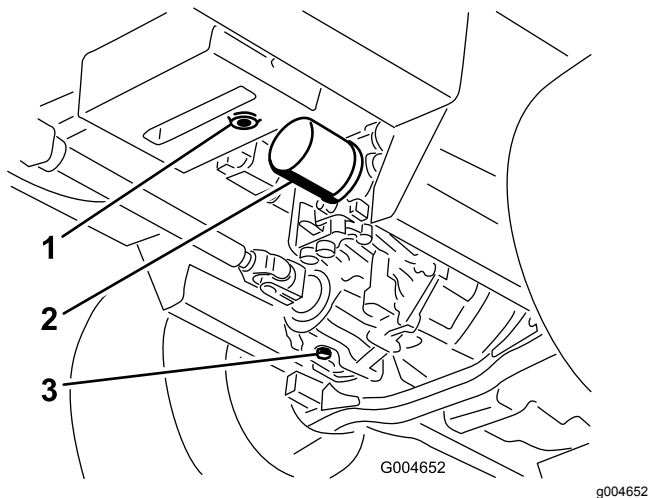

图57
3. 在液压油箱和变速箱下放一个大放油盘拔出排油塞排出所有液压油 图57。
4. 清洁液压油过滤器周围的区域然后取下过滤器 图57。